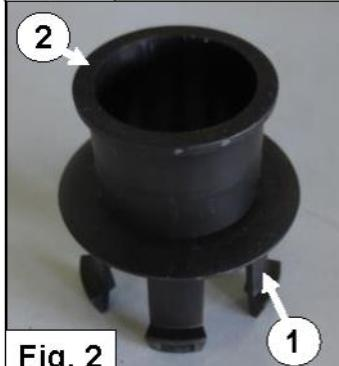

Fig. 2
2. Si nécessaire: Enlevez les bouchons en plastique **1 & 2** du bras de suspension. Voir fig. 2.